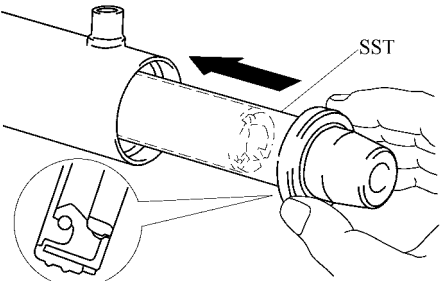

图 16-67 将油封推到专用工具上并装上油封
(3) 安装油封。将转向齿条护罩 G 专用工具装入齿条的相反一端，并在其上涂敷动力转向液压油。然后将新油封的唇部涂敷二硫化钼锂基润滑脂，按图 16-67 所示将油封推到专用工具上，装上油封，并拆下专用工具。